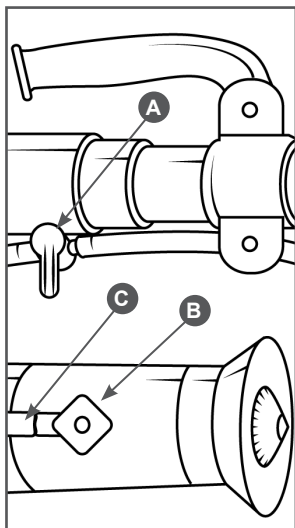

Рис. 19 Настройка дозатора
Запорный кран А (Рис. 19) открывает и перекрывает подачу раствора.
- Количество подаваемого раствора может изменяться поворотом регулятора В дозатора (Рис. 19) на сопле.
Позиция «1» на регуляторе дозатора это минимальный расход распыляемой жидкости, а «4» - максимальный. Необходимый номер позиции регулятора должен быть установлен напротив шланга сопла C (Рис. 19).